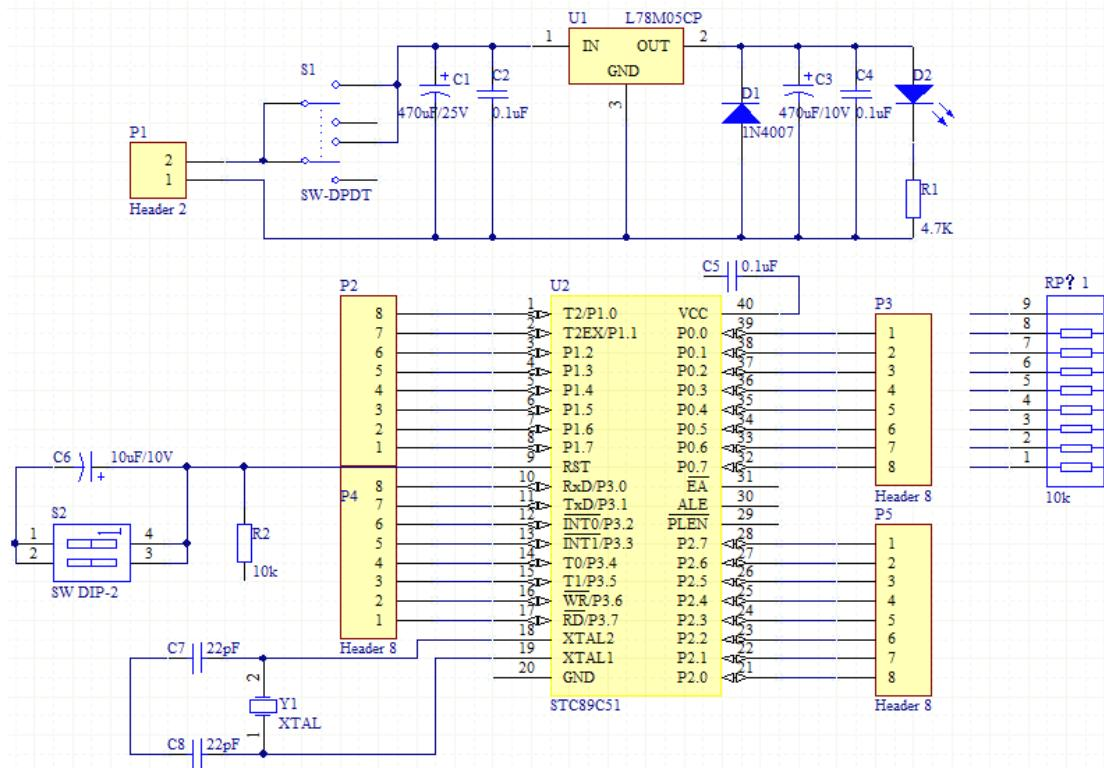

图 6-6.36 绘制好导线的原理图
**Step3:** 依次进行上面的操作, 完成导线绘制, 完成后如图 6-6.36 所示。